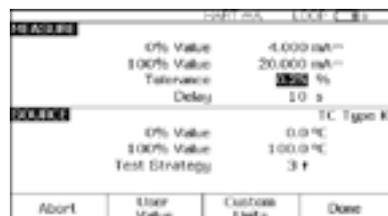

Figura 21.
3. Se a fonte não tiver sido configurada na etapa anterior, pressione o botão Measure/Source (Medição/Fonte) e configure a fonte para um termopar do tipo K. Pressione Measure/Source até chegar à tela dupla. Pressione a tecla de função **As Found** e **ENTER** para selecionar a calibração de **Instrumento**. Mova o cursor até **Tolerance** e insira a tolerância de teste apropriada (0,25 % neste exemplo). Verifique se 0% e 100% do valor da fonte são os valores **nominais** de operação adequados para o transmissor (0,0°C e 100,0°C neste exemplo, como mostra a Figura 21). Se os valores inferior (0%) e superior (100%) do intervalo (LRV e URV) tiverem sido modificados anteriormente para fins de calibração, você terá que inserir os valores nominais. Por exemplo, se uma calibração anterior tiver modificado o URV para 100,2°C, você deverá digitar manualmente o valor nominal de 100,0°C como o valor de **100%**. A inserção dos valores de zero nominal e alcance assegura que os erros serão calculados corretamente.